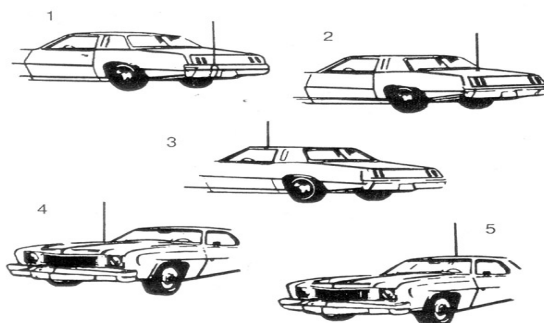

Рис. 3. Типичные места установки автомобильных антенн.
В Си-Би диапазоне наибольшее распространение получили антенны с вертикальной поляризацией. Это связано с тем, что на автомобиле сложно разместить эффективную антенну с горизонтальной поляризацией, а Си-Би связь в основном применяется для мобильных объектов. Из этих же соображений применяются антенны с круговой диаграммой направленности типа “GP” (Ground Plane). В общем случае имеются два типа антенн для мобильных Си-Би радиостанций - полноразмерный штырь длиной 1/4 волны (2,75 м) и укороченная согласованная штыревая антенна (от 0,5 до 1,9 м). Из-за большой длины полноразмерных антенн на автомобилях применяются, в основном, укороченные антенны длиной не менее 1,2 м, в различных конструктивных исполнениях с креплением через отверстие в крыше, на кронштейне за отбортовку водостока или на магнитном основании (см. рис. 3).
На рис. 3 показаны пять типичных мест установки автомобильной антенны: (1) задний бампер, (2) задняя крышка багажника, (3) отбортовка для стока воды, (4) капот, (5) крыша.